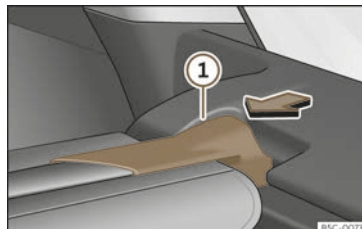

Abb. 192 Im Gepäckraum: Abdeckung ausbauen.
- Drücken Sie die Aufhängung der Abdeckung >>> (Abb. 192) ① in Pfeilrichtung.
- Lassen Sie die Aufhängung der Abdeckung >>> (Abb. 192) ① auf der anderen Seite in der Aufnahme einrasten.